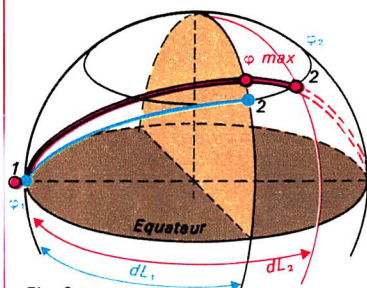

Fig. 2.
3. Calcul de la latitude moyenne. Chercher d'abord la latitude maximale atteinte par l'arc de cercle joignant les deux points. Si l'écart est inférieur à 90° (figure 2, cas A), cette latitude maximale équivaut à celle du point de latitude la plus élevée (en valeur absolue). Entre 90 et 180° (figure 2, cas B) la latitude maximale est supérieure, jusqu'à atteindre 90° (le pôle) pour $dL = 180^\circ$.